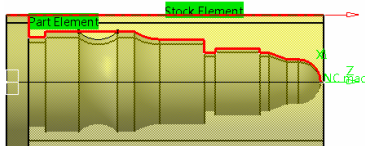

图 6-14 定义毛坯边界（1）
- 定义毛坯边界（1）。单击对话框中毛坯边界感应区，选择如图 6-14 所示的曲线作为毛坯边界，在空白处双击鼠标左键返回。